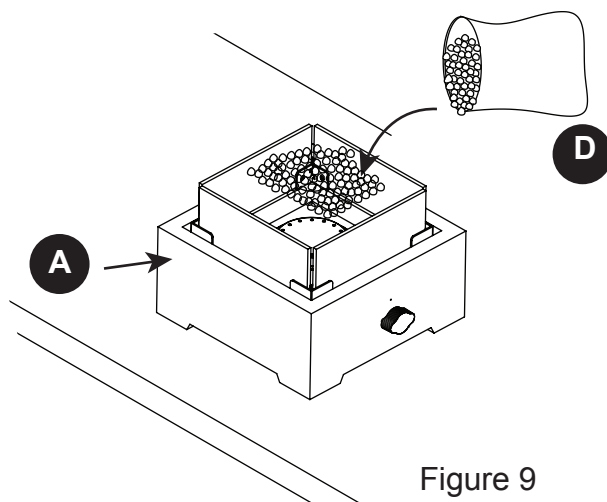

Figure 9
8. Placer les billes de verre (D) dans le foyer (A). Vous aurez besoin d'environ 3 lb de pierres de verre. (voir Figure 9).